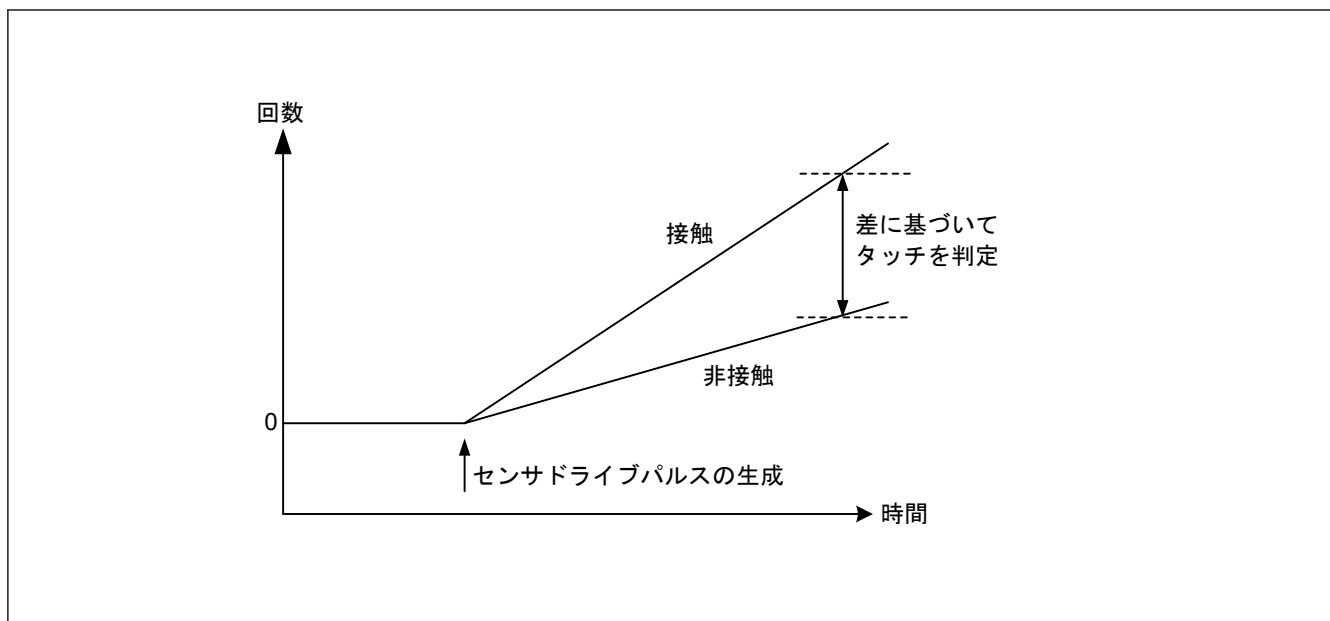

図 40.7 接触／非接触による計測値の変化
3. 充放電を切り替えることにより、スイッチドキャパシタフィルタに電流が流れます。この時点で指が接近していれば、容量および流れる電流が変化します。TSCAP 電源を生成する回路からスイッチドキャパシタフィルタに流れる電流に比例した制御電流を ICO に供給することで、クロックを生成します。カウンタは、指が接近しているかどうかにより変化するクロック周波数を計測します。ソフトウェアは、カウンタから読み出した値に基づき指の接触を判断します (図 40.7)。